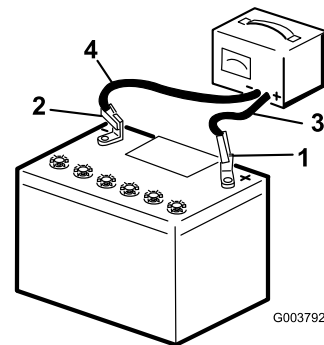

Figure 4
3. Connectez un chargeur à la batterie (Figure 4) et chargez la batterie au régime de 6 à 10 ampères pendant une heure au minimum. Ne chargez pas la batterie excessivement.
4. Quand la batterie est chargée au maximum, débranchez le chargeur de la prise, puis débranchez les fils du chargeur des bornes de la batterie (Figure 4).